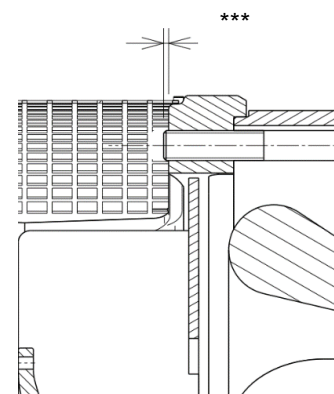

Fig. 14
8. Verificare la sporgenza finale *** del tirante dal lato flangiatura SAE, non deve essere superiore a 2,2mm, come riportato in Fig. 14.